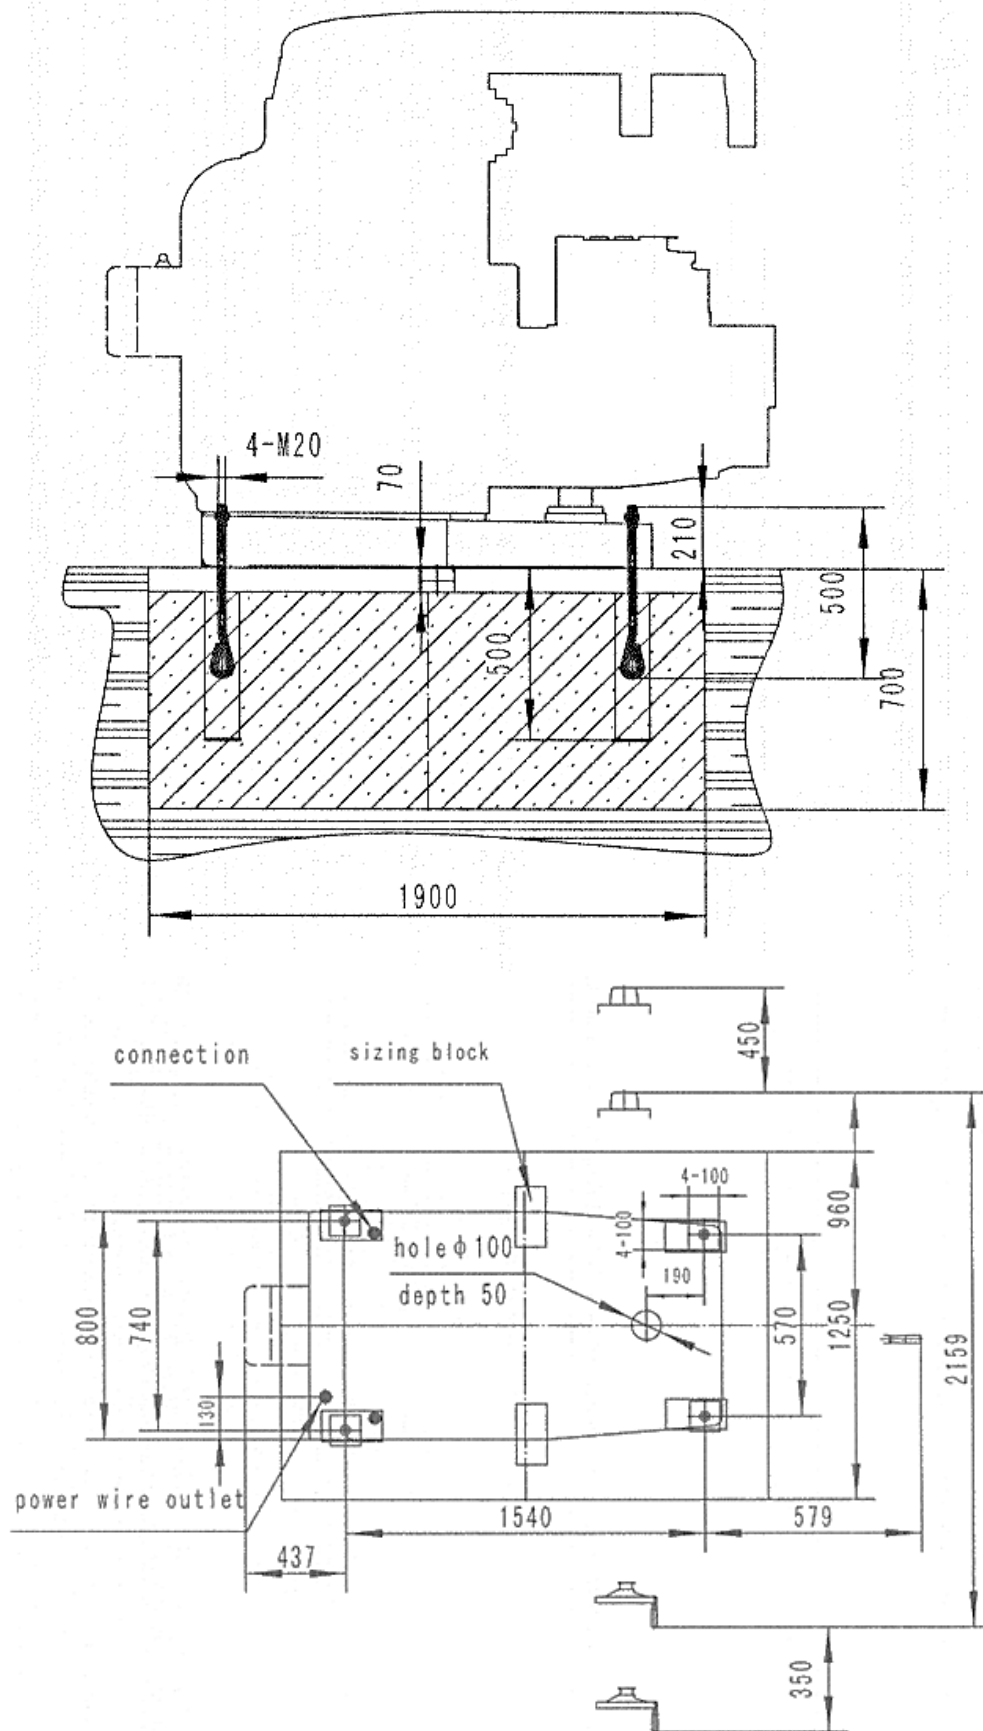

Рис.17
2. Периодически смазывайте станок в соответствии со схемой смазки, рис.17. Вязкость смазки см. в руководстве по установке.